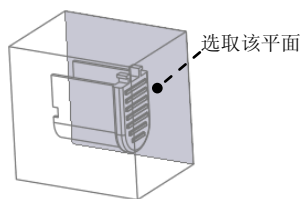

图 9.26 拉伸终止面
(4) 定义深度类型。在操控板中选取深度类型 （到选定的），选择图 9.26 所示的面为拉伸终止面。